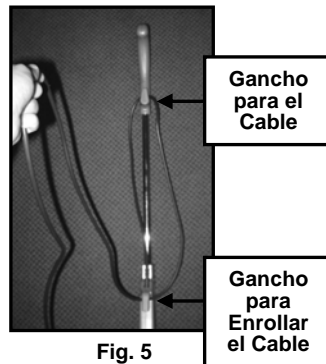

Fig. 5
- Enrosque el cable de alimentación alrededor de los ganchos para el cable. (Fig. 5) Para desenrollar el cable, simplemente gire el gancho de liberación rápida hacia la izquierda o la derecha.